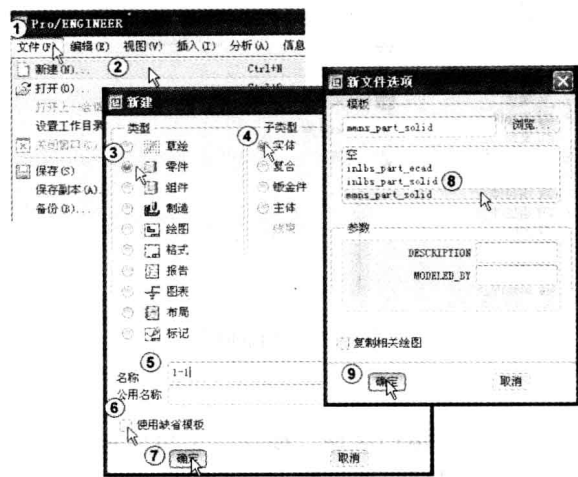
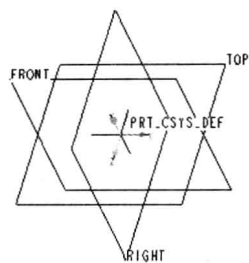

图 1-10 新建文件
图 1-11 新建后的工作环境
单击菜单“文件”→“新建”命令，或单击工具栏中的“新建”图标可以新建一个文件。新建过程如图 1-10 所示。由图 1-10 可以看出新建文件的类型有 10 种，每一个类型中又包含各种子类型。各种类型的含义和后缀名如表 1-1 所示，各主要选项的用法说明如表 1-2 所示。
单击图 1-10 中⑨处的“确定”按钮，即可得到一个零件的创建环境，如图 1-11 所示。